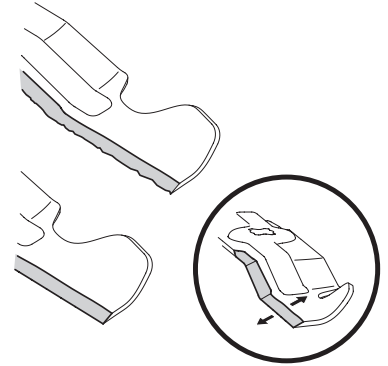

Figura 25
5. Para afilar la cuchilla de corte correctamente, extraiga cantidades iguales de metal de ambos extremos de las cuchillas a lo largo de los bordes cortantes, paralelo al borde de caída, a un ángulo de 25° a 30°. Afile siempre cada borde de las cuchillas de corte de forma pareja para mantener un equilibrio adecuado entre las mismas. Consulte la Figura 25.